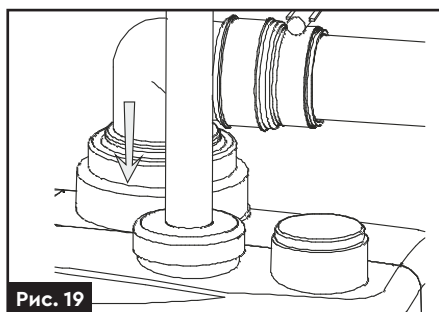

Рис. 19
4. Під'єднайте вихідний трубопровід або відповідний перехідник (**рис. 19**).